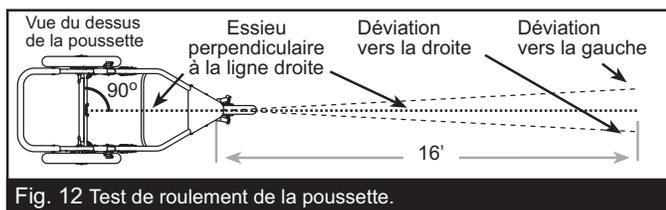

Fig. 12 Test de roulement de la poussette.
Remarque importante : Le réglage de l'alignement ne peut se faire que lorsque la fourche de la poussette est en position fermée (mode jogging). Effectuez le test de roulement tel qu'il est décrit ci-dessous. Nous vous recommandons d'être à deux afin d'effectuer ce test, pour que la deuxième personne puisse attraper et vous renvoyer la poussette. La figure 12 illustre la démarche à suivre pour effectuer ce test de roulement.
d. Si la poussette tire de façon constante vers la gauche ou vers la droite alors qu'elle est poussée droit, passez aux étapes ci-dessous, cela jusqu'à ce que l'alignement soit satisfaisant. La figure 12 illustre la manière d'interpréter les résultats.